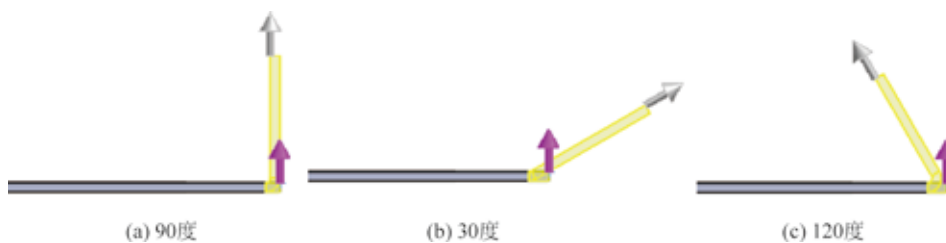

图 5.15 设置钣金折弯角度
-  文本框：用于设置钣金的折弯角度，如图 5.15 所示。